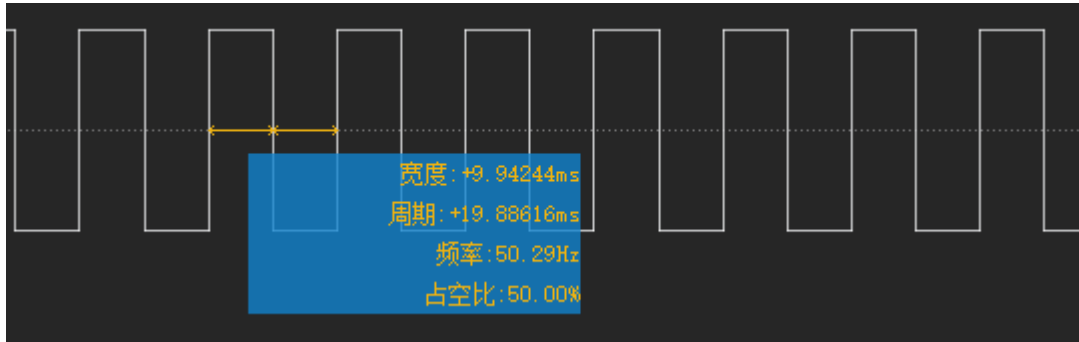

图 3.2.1 IO 翻转波形
- 3.通过示波器或逻辑分析仪查看输出波形。如图 3.2.1 所示